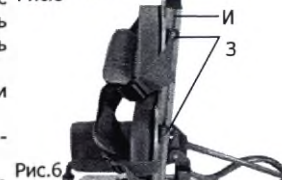

Рис.6
6) Регулировка ремней по длине и высоте (рис.6)